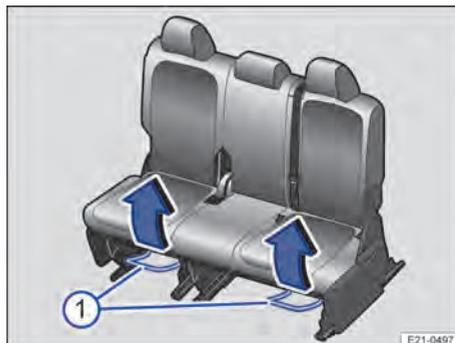

Fig. 66 No banco traseiro: comandos.
1. Puxar a alavanca direita ou esquerda para cima → Fig. 66 ① no sentido da seta e deslocar a respectiva parte do banco traseiro no sentido longitudinal para frente ou para trás.